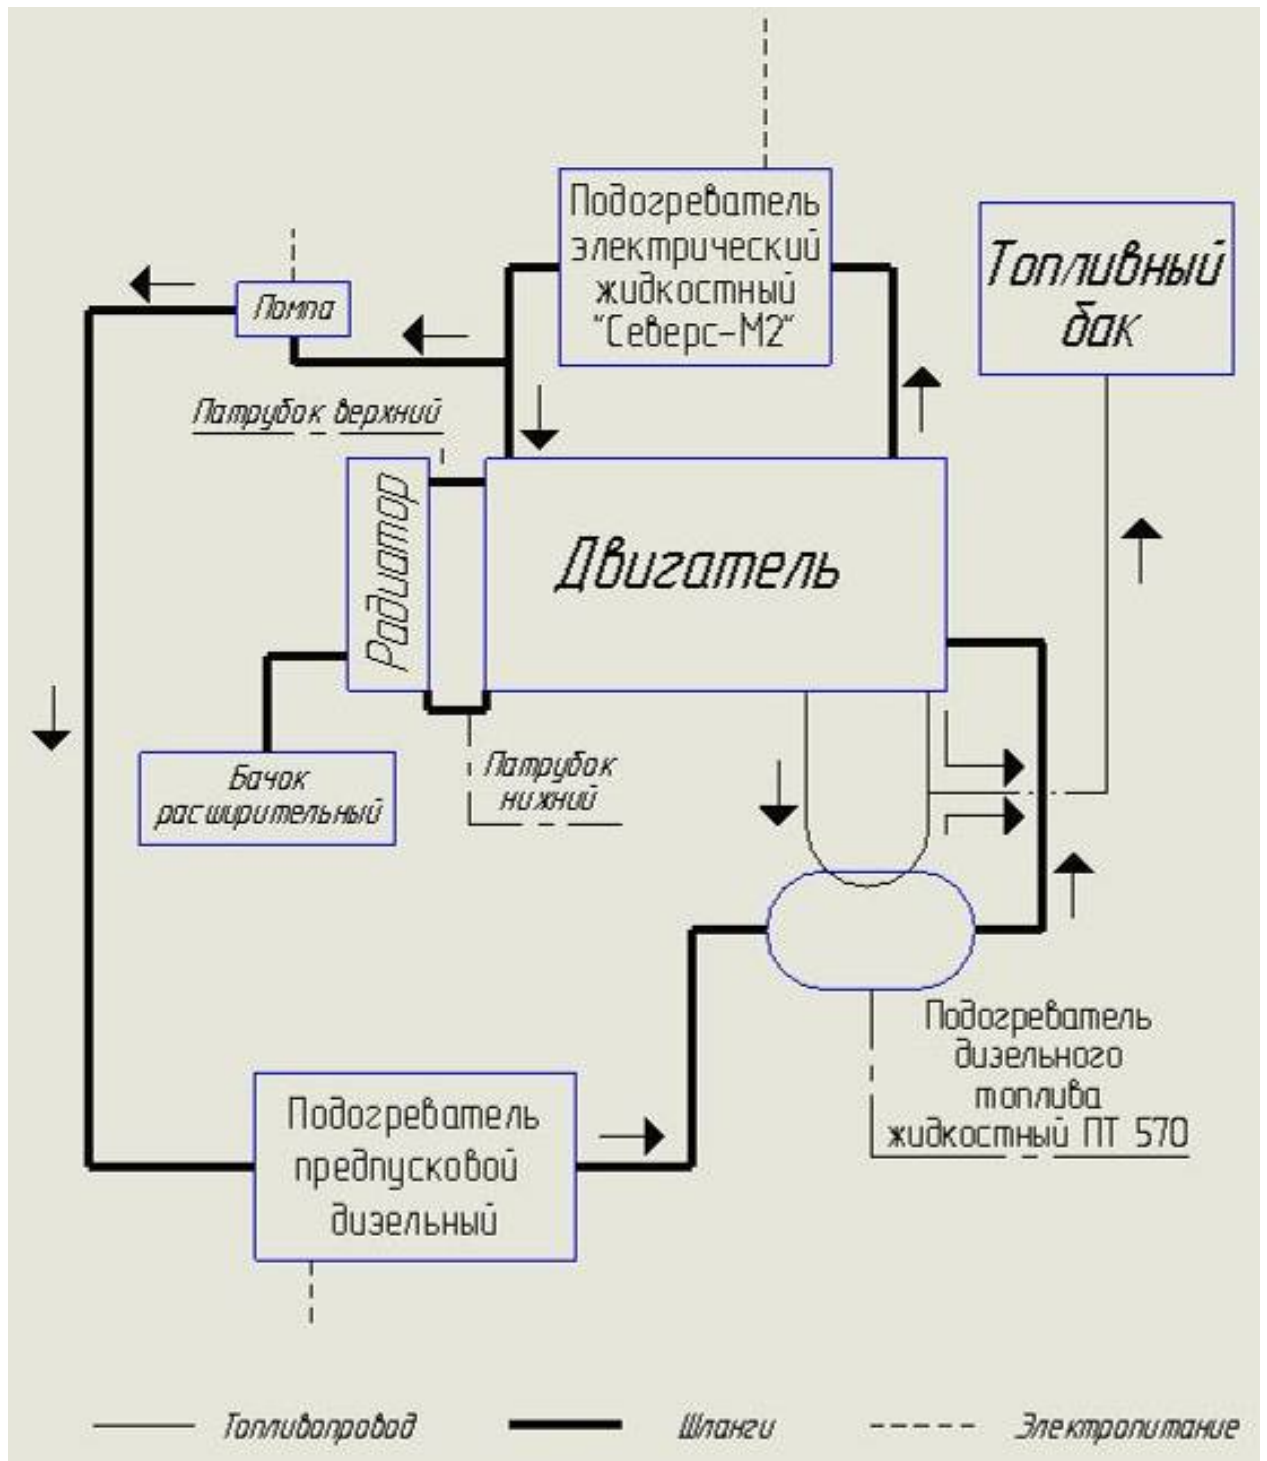

Рис. 15 Схема охлаждения
2. В блоке управления подогревателями переключатель 3 перевести в положение вкл. (рис.15).
2. В блоке управления подогревателями переключатель 4 перевести в положение вкл. (рис.15).
2. В блоке управления подогревателями переключатель 1 перевести в положение вкл. (рис.15).
2. В блоке управления подогревателями переключатель 2 перевести в положение вкл. (рис.15).